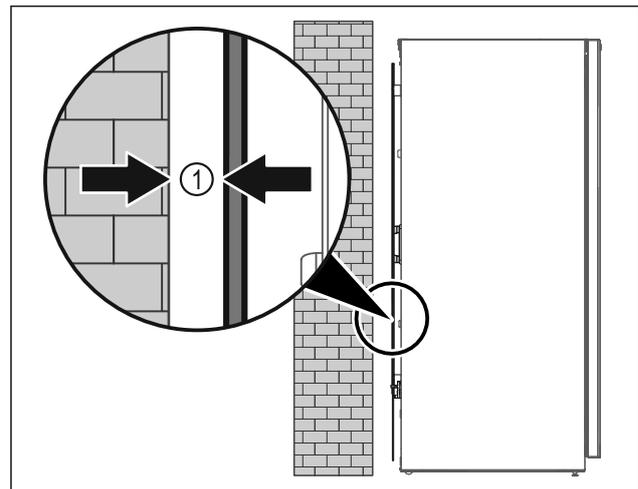

Fig. 10
► Установите устройство или свободно в помещении или прямо к стене на расстоянии 5 мм Fig. 10 (1).